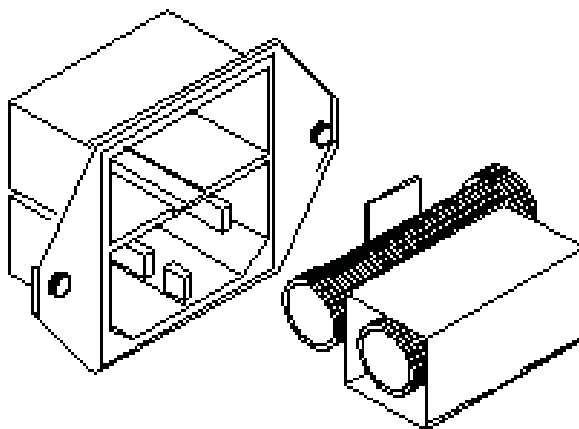

Рис. 5.2. Замена предохранителя сети питания.
3. Снимите крышку предохранителя, как показано на рис. 5.2.